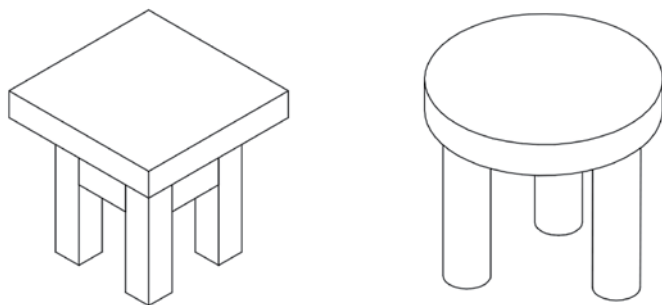

Рис. 81. Технические рисунки табуретов
- у** Рассмотрите технические рисунки табуретов (рис. 81). Покажите табурет, у которого сиденье и ножки имеют форму цилиндра. Покажите табурет, все части которого имеют форму прямоугольного параллелепипеда.